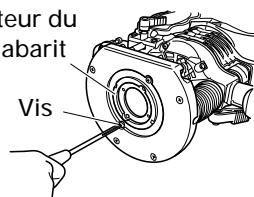

Fig. 9
(1) Adaptateur de guide de gabarit
- ① Desserrer les deux vis de l'adaptateur de guide de gabarit, de façon à pouvoir déplacer l'adaptateur de guide de gabarit. (Fig. 9)